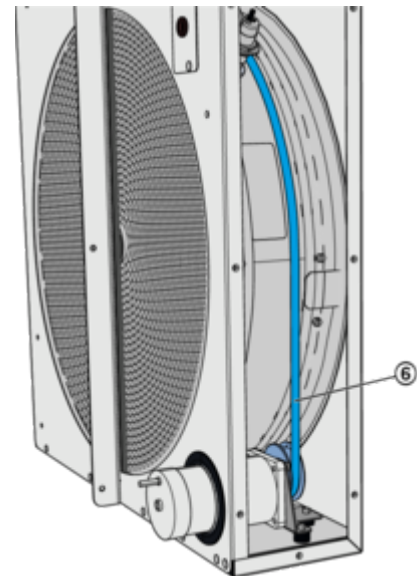

Abb. 53: RWT Probelauf
- Riemen (Abb. 53 /6) und ruhiger Lauf der Speichermasse.